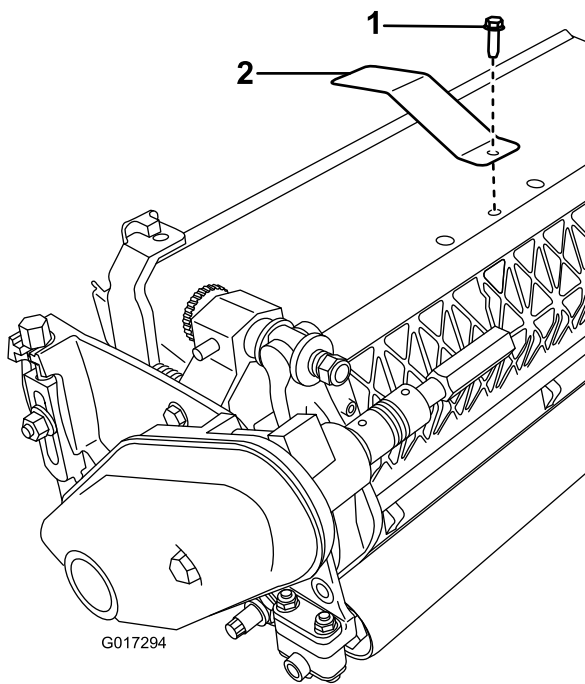

Figure 4
1. Retirez le boulon central du déflecteur d'herbe (Figure 4).
2. Montez la plaque cible en haut du plateau de coupe au moyen du boulon retiré précédemment (Figure 4).